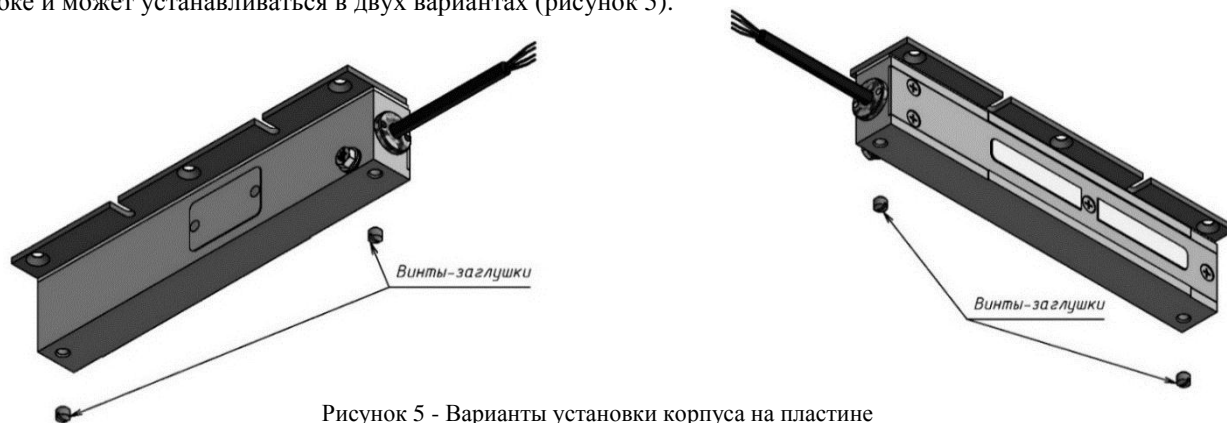

Рисунок 5 - Варианты установки корпуса на пластине
исключения удара торца якоря о кромку угольника в процессе работы. Пластина (3) предназначена для крепления корпуса на дверной коробке и может устанавливаться в двух вариантах (рисунок 5).